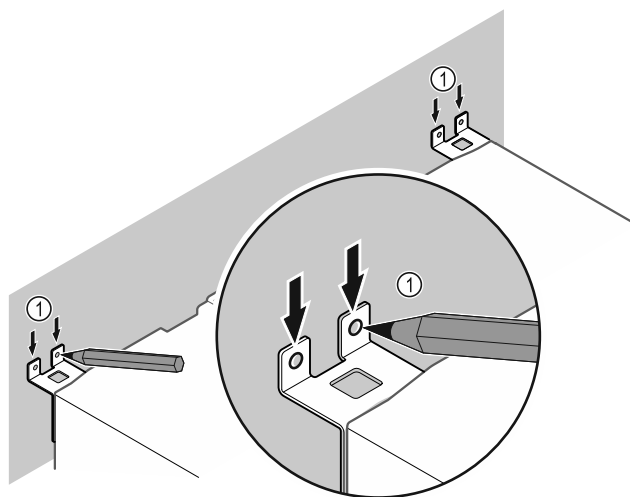

Fig. 9
- ▶ Tracer des repères sur le mur Fig. 9 (1).